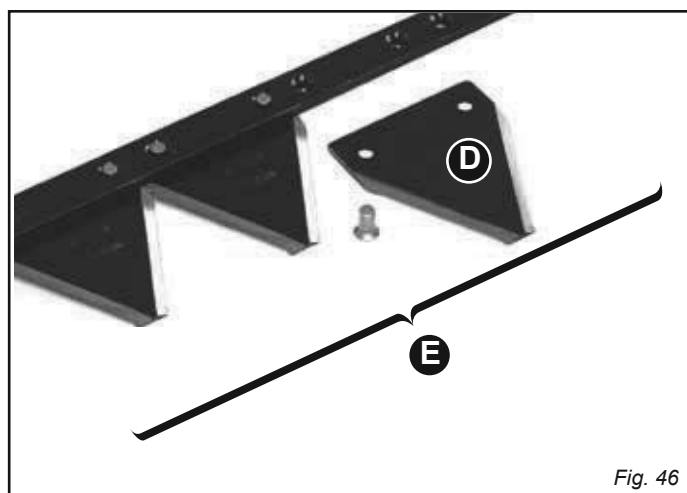

Fig. 46
SOSTITUZIONE ASTA PORTA SEZIONI (E, Fig. 46)
SOSTITUZIONE SEZIONI (D, Fig. 46)
- Ribadire una nuova sezione con gli appositi ribattini (D, Fig. 46).